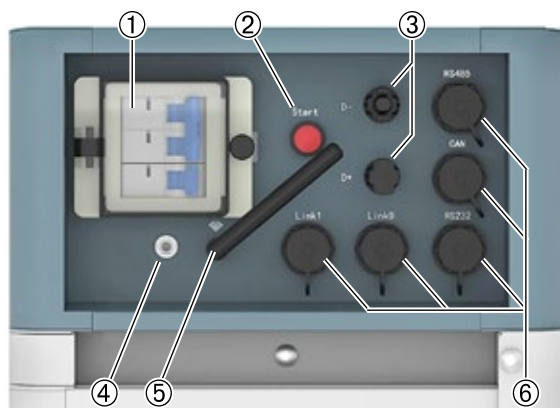

Fig. 4.1 - Modulo di controllo (FC0500M-40S-V2)
- Scollegare i cavi di alimentazione **D+** e **D-** (4, Fig. 4.1), il cavo di comunicazione (5, Fig. 4.1) e il cavo di messa a terra (6, Fig. 4.1).
- Installare di nuovo il cavo di messa a terra (6, Fig. 4.1), il cavo di comunicazione (5, Fig. 4.1) e il cavo di alimentazione **D+** e **D-** (4, Fig. 4.1).